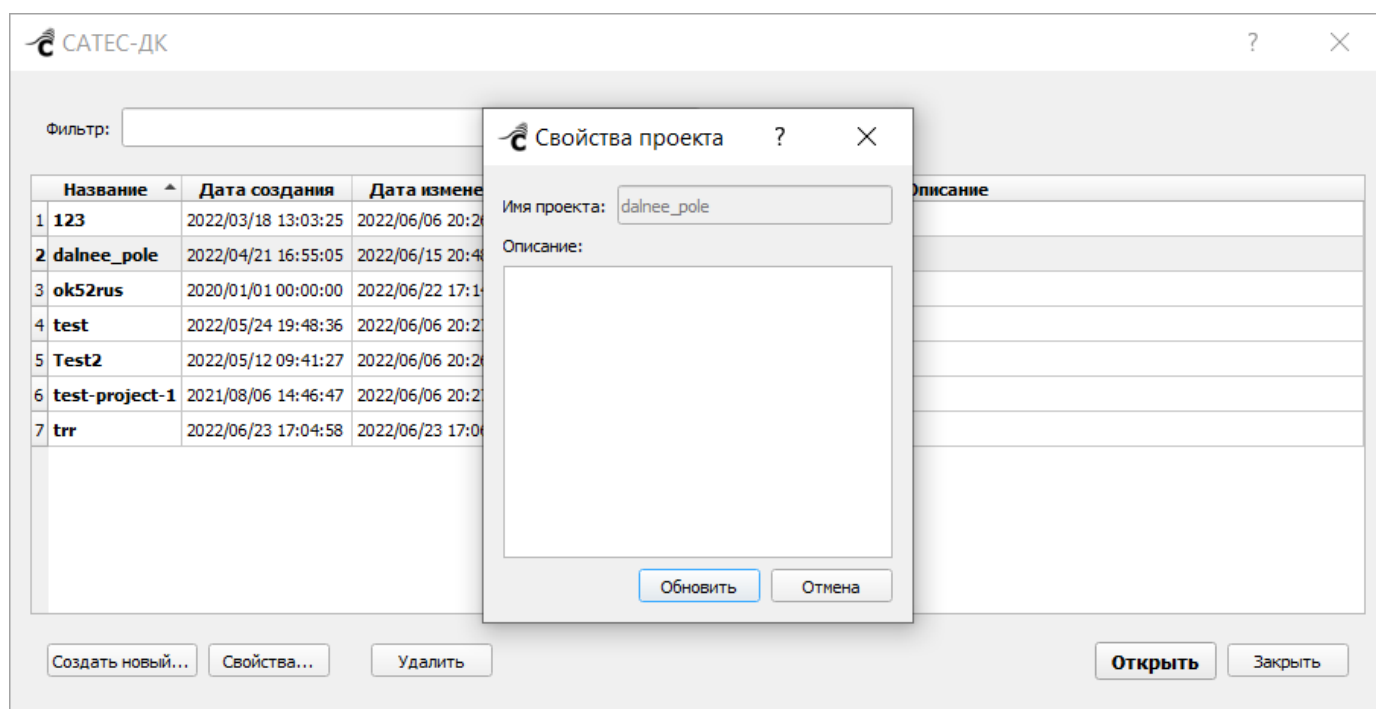

Рисунок 33 – Окно «Свойства проекта»
- «Свойства...» – открывает окно редактирования свойств выбранного в таблице проекта (Рисунок 33).